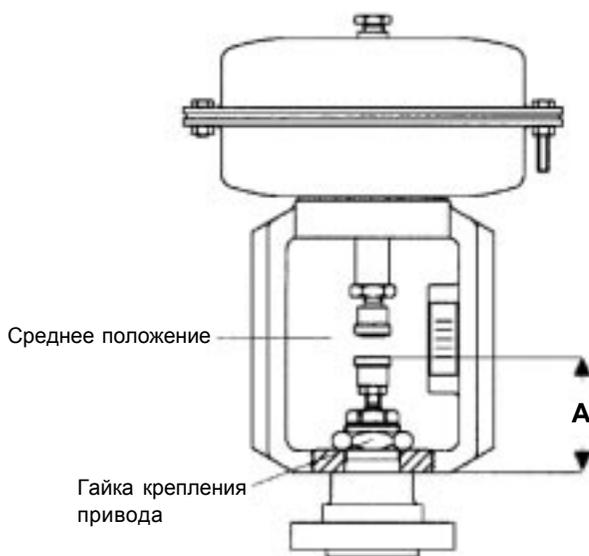

Рис. 3
2. Снимите соединители (20) со штока привода, открутив два винта (21). Снимите нижнюю переходную муфту (19).
3. Сборку привода с клапаном надо производить в положении, когда плунжер клапана плотно прижат к седлу. Накрутите нижнюю переходную муфту (19) на шток клапана таким образом, чтобы расстояние от ее верхнего среза было равным, указанному на рис. 3. Выставьте это расстояние контргайкой, но не затягивайте ее.
4. Отдайте контргайку штока привода (18) и вкрутите верхнюю переходную муфту (17) в шток до упора.